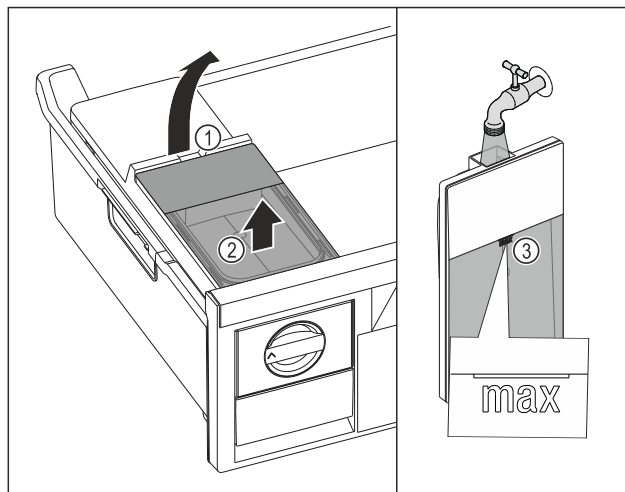

Fig. 98
- Watertank aan de uitsparing Fig. 98 (1) optillen.
- Watertank naar boven toe verwijderen. Fig. 98 (2)
- Watertank tot de markering Fig. 98 (3) vullen met drinkwater.